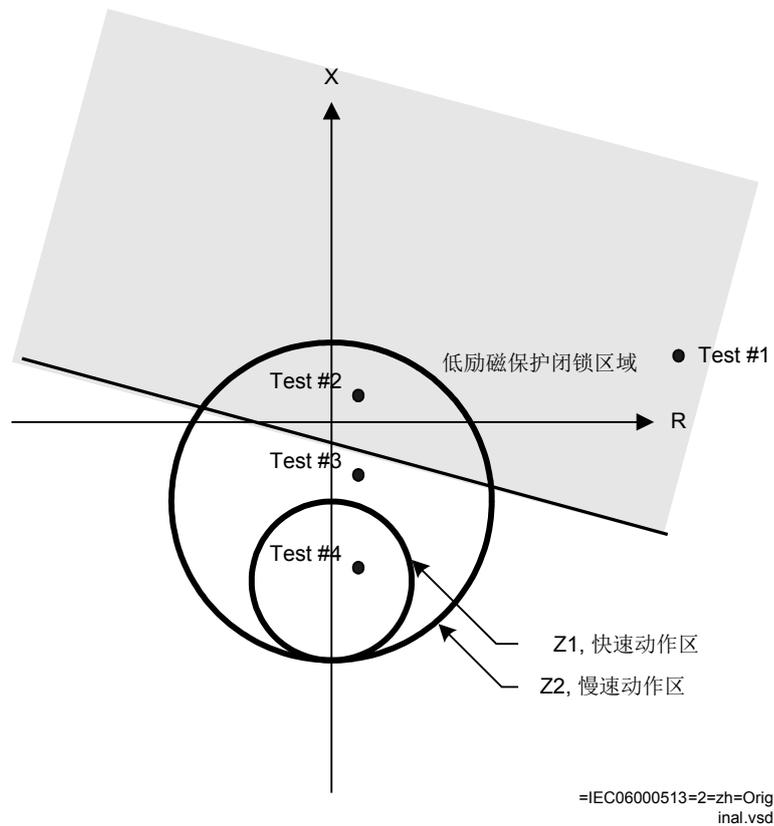

图 10: 与视在阻抗相关的测量电流和电压
1. 向 IED 提供与视在阻抗相关的电流和电压：测试点 #1, 如图 10. 读取模拟输出量 R 和 X , 检查该读数是否与注入阻抗相关。不应激活任何启动和跳闸信号。
2. 向 IED 提供与视在阻抗相关的电流和电压：测试点 #2, 如图 10. 读取模拟输出量 R 和 X , 检查该读数是否与注入阻抗相关。不应激活任何启动和跳闸信号。
3. 向 IED 提供与视在阻抗相关的电流和电压：测试点#3, 如图 10. 读取模拟输出量 R 和 X , 检查该读数是否与注入阻抗相关。START 和 STZ2 信号应该被瞬时激活，TRIP 和 TRZ2 应该经过 $tZ2$ 延时而激活。
5. 向 IED 提供与视在阻抗相关的电流和电压：测试点 #4, 如图 10. 读取模拟输出量 R 和 X , 检查该读数是否与注入阻抗相关。START, STZ2 和 STZ1 信号应该被瞬时激活，TRIP, TRZ2 和 TRZ1 应该经过设定的延时而激活。